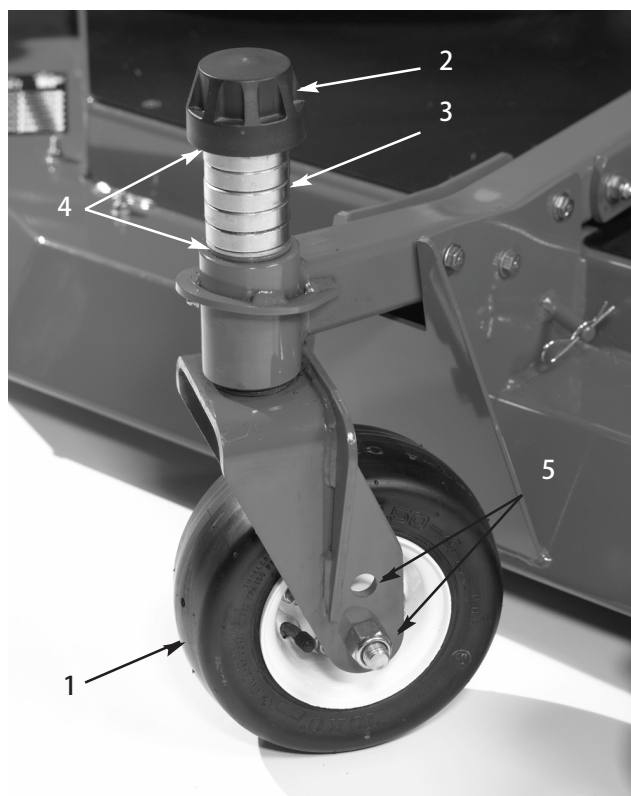

図 6
3. スピンドル・シャフトからテンショニング・キャップを取り (図6)、キャスタ・アームからスピンドルを抜き出す。シム (3 mm) を2枚スピンドルのシャフトに通す (当初の状態と同じに)。これらのシムは、デッキ全体の左右の水平調整が必要となる。希望する刈高に必要な枚数のスペーサ (13 mm厚) をスピンドル・シャフトに通し、その上からワッシャを取り付ける。